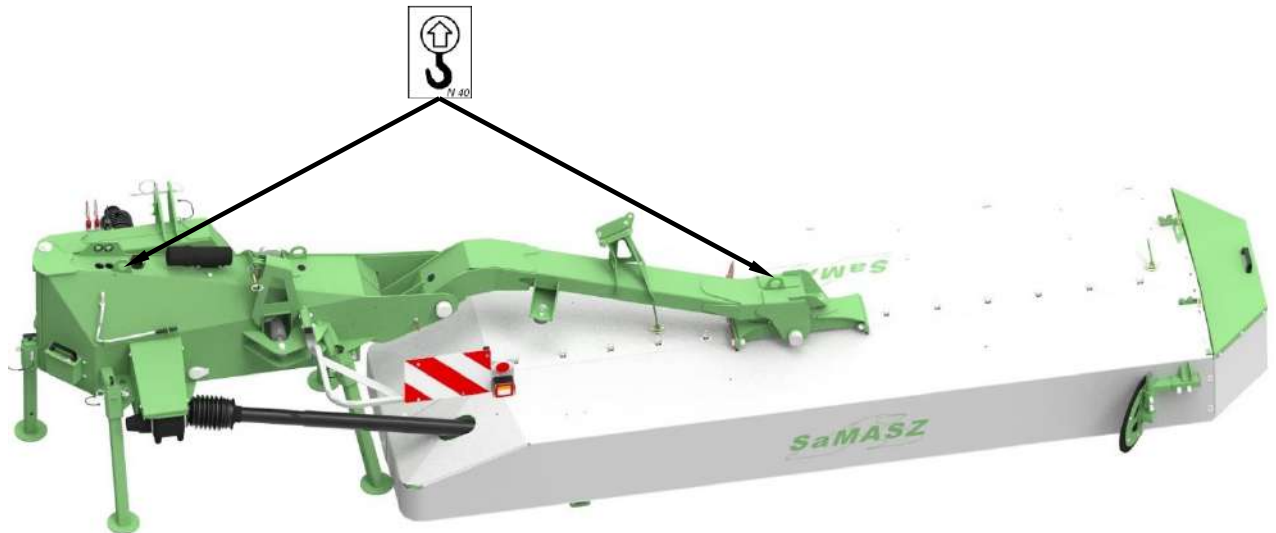

Рис. 5. Места крепления оборудования поднимающих к транспорту
- следует схватывать поднимающими устройствами исключительно места, указанные на машине и обозначенные видом крюка (Рис. 5),